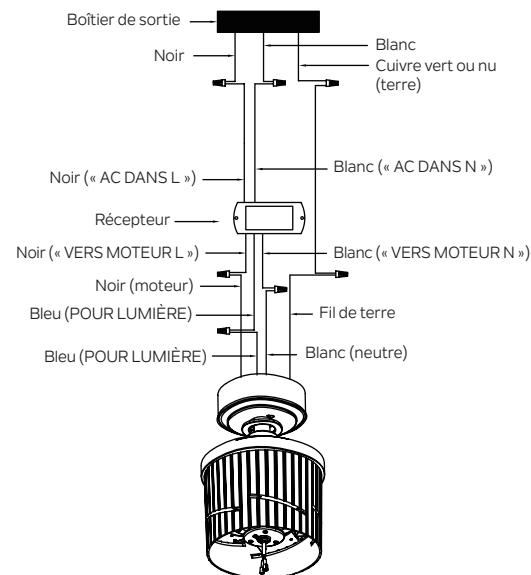

Fig. 14
Étape 2. Raccordements électriques du moteur au récepteur : Raccordez le fil NOIR du ventilateur au fil NOIR marqué « VERS MOTEUR L » du récepteur. Raccordez le fil BLANC du ventilateur au fil BLANC marqué « VERS MOTEUR N » du récepteur. Raccordez le fil BLEU du ventilateur au fil BLEU marqué « POUR LA LUMIÈRE » du récepteur. Fixez tous les raccords de fils avec les connecteurs de fils en plastique fournis. (Fig. 14)
Étape 3. Raccordements électriques du récepteur à distance au boîtier de sortie : Raccordez le fil NOIR (chaud) du plafond au fil NOIR marqué « AC DANS L » depuis le récepteur. Raccordez le fil BLANC (Neutre) du plafond au fil BLANC marqué « AC DANS N » depuis le récepteur. Fixez tous les raccords de fils avec les connecteurs de fils en plastique fournis. (Fig. 14)
Étape 4. Si votre boîtier de sortie a un fil de terre (cuivre vert ou nu), raccordez-le aux fils de terre du ventilateur : sinon raccordez le fil de terre du ventilateur au support de montage. Fixez le raccord du fil avec un écrou en plastique fourni. Après avoir raccordé les fils, écartez-les de manière à ce que les fils vert et blanc soient d'un côté du boîtier de sortie et que les fils noirs et bleus soient de l'autre côté. (Fig. 14)